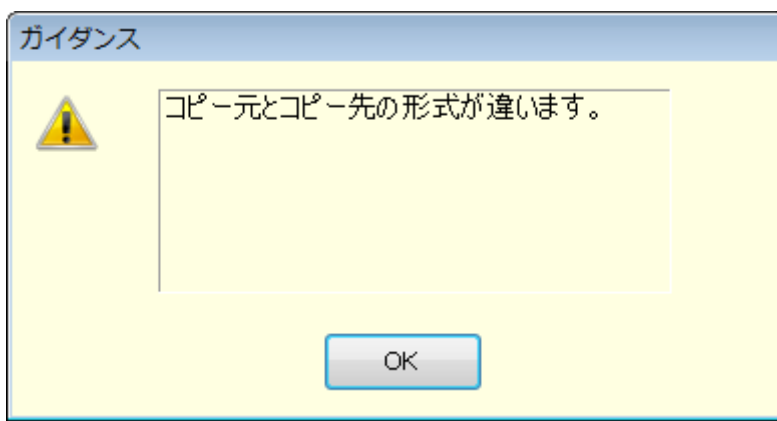

図5-8 データコピーのエラーダイアログ
- 貼り付け先として選択する範囲は、クリップボードにコピーしたときのデータ範囲と、行数と列項目を一致させてください。データ範囲が異なると、図 5-8のエラーダイアログが表示されます。